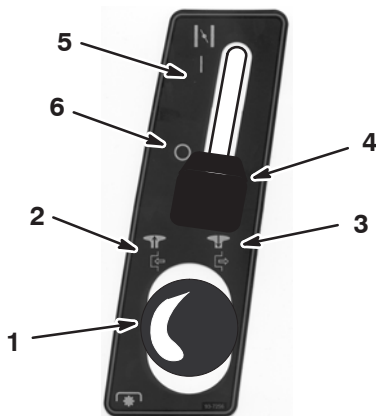
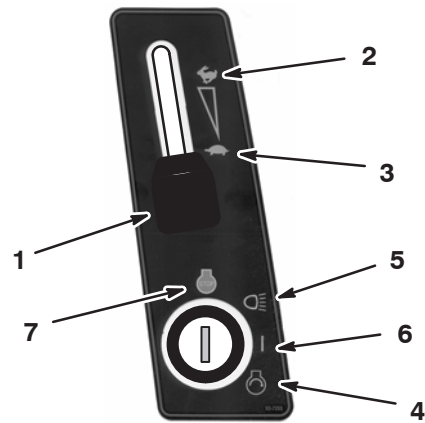

Figure 10
Figure 11
4. Désengagez la commande des lames (PdF) (voir la Figure 10).
5. Si le moteur est froid, placez la commande de starter en position Marche (Fig. 10).
6. Réglez la manette d'accélérateur en position de bas régime (Fig. 11).
7. Tournez la clé de contact dans le sens des horaire et maintenez-la en position de Démarrage (Fig. 11). Relâchez la clé quand le moteur démarre.
8. Lorsque le moteur a démarré, amenez progressivement la manette de starter en position Arrêt (Fig. 10) et la manette d'accélérateur en position Marche (Fig. 11).
1. Placez la manette d'accélérateur en position de ralenti (Fig. 11).
2. Tournez la clé de contact en position Contact coupé (Fig. 11).